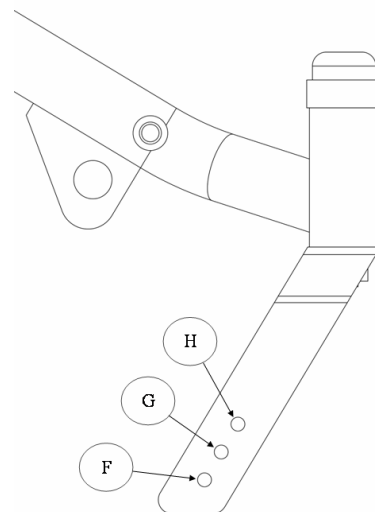

Figure 15 - Position de la roue avant
1. Déterminer la position de la roue avant sur la fourche selon les indications présentées au tableau 5 et à la figure 15;